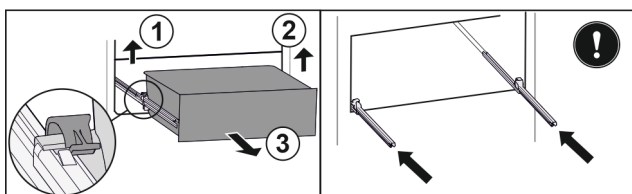

Fig. 194
- ▶ Приподнимите левый зажим и одновременно вытяните движением вперед выдвижной ящик слева. Fig. 194 (1)
- ▶ Приподнимите правый зажим и одновременно вытяните движением вперед выдвижной ящик справа. Fig. 194 (2)
- ▶ Извлеките выдвижной ящик движением вперед. Fig. 194 (3)